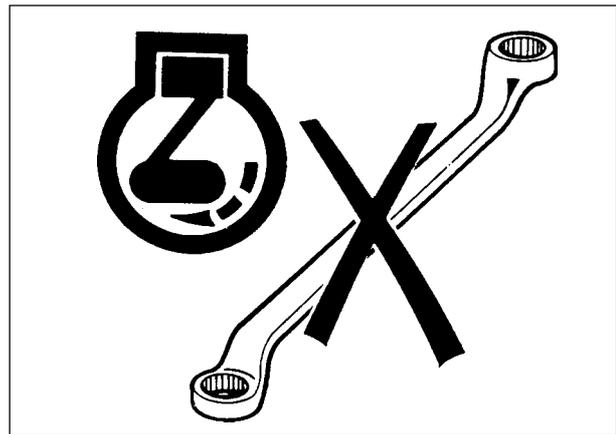

Abb.2-9
- Wartungsarbeiten dürfen NUR bei abgeschaltetem und abgekühltem Motor und stehendem Traktor ausgeführt werden (Abb. 2-9).